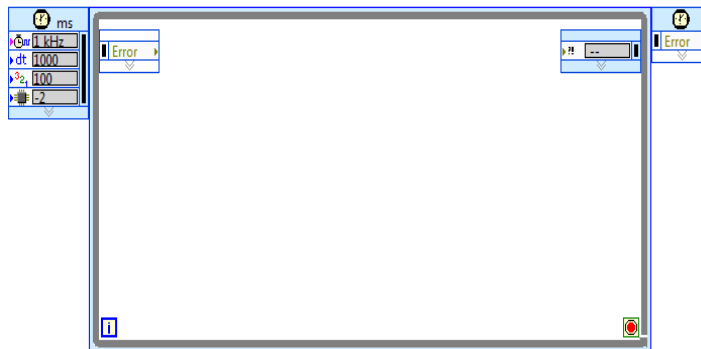

Fig.22 Time Loop en el diagrama de bloques.
2. Oprima Ctrl+t para que coloque al tiempo el panel frontal y el diagrama en bloques en la pantalla. Diríjase al diagrama en bloques al menú View → Functions Palette (Fig.21 a), seleccione Programming → Structures → Timed Structures → Timed Loop (Fig. 21 b) y arrastre hacia el panel frontal como se ven en la Fig. 22.